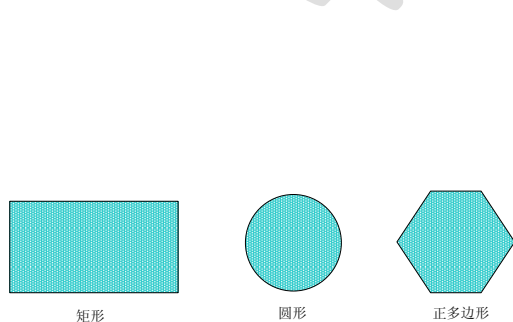

图3.32 常用的面原始对象
- 建立面原始对象：包括矩形、圆形和正多边形，如图 3.32 所示